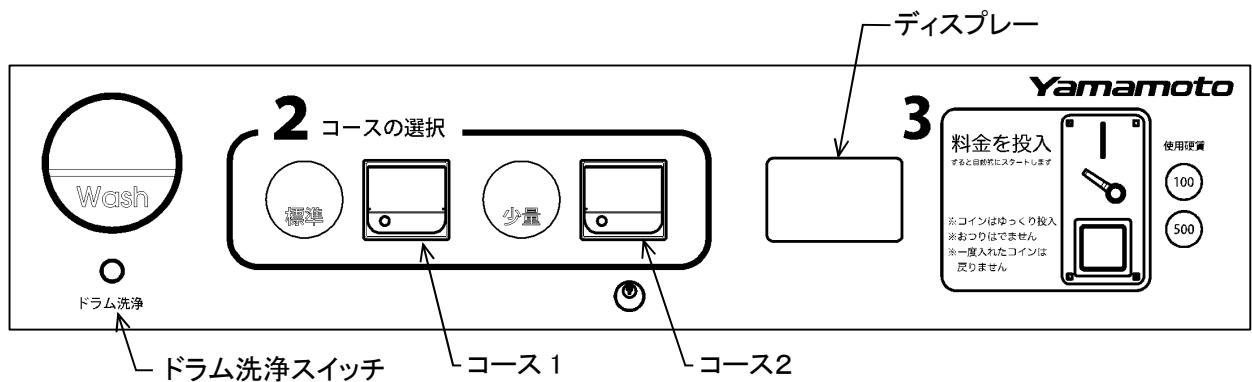

図7-1
#### 7. 1. 1 操作パネルの説明(図7-1)
- 2) コース選択スイッチを押し、コースを選択します。(図7-1)